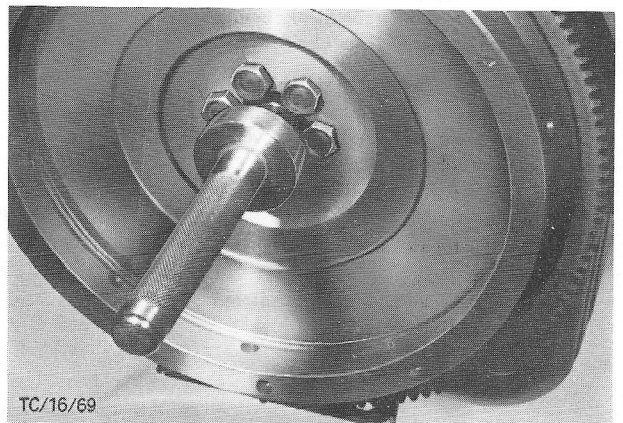

Fig.159 Toplager met speciaal gereedschap monteren.
3. Klop een nieuw toplager op zijn plaats in de krukasflens met Speciaal Gereedschap 21-044/G3-7600-B (fig.159).